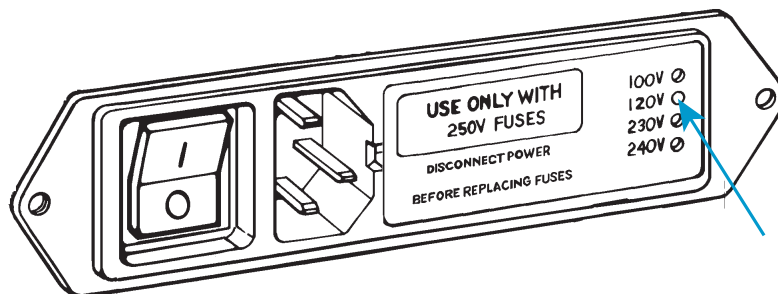

图 4. 带有电压设置的电源输入接口
2. 检查电源输入接口，并参阅第 32 页图 4。接口右侧竖直排列着四个孔，每个孔对应一个不同的线路电压。其中一个孔内的白色塑料指针指明当前的电压设置。图 4 中标明的电压为 120V。
3. 从电源输入接头上卸下保险丝盒 (1)，露出电压选择卡 (2)，如下图所示。
4. 使用尖嘴钳卸下电压选择卡 (2)，如下所示。电压指针标有标记 (3)。
5. 放置电压选择卡，使指针 (3) 朝上，如下图所示。保持指针位置不变，旋转此卡直到所需的电压设置显示在卡的底部。
8. 将保险丝座重新安装到接口中。确保指针现在指示正确的输入电压。参见第 32 页图 4。